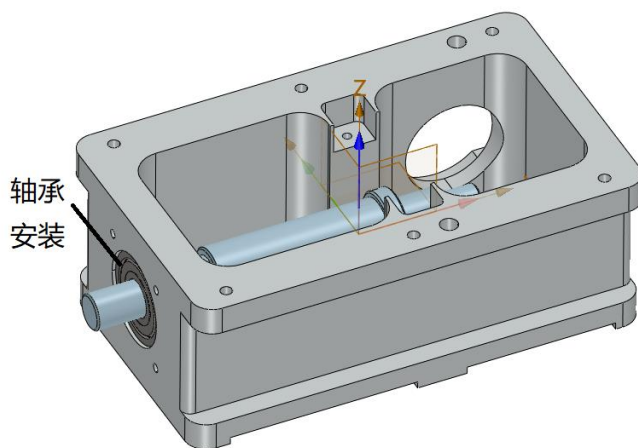

图 12-24 轴承安装
(3) 轴承的安装, 采用同轴度约束方法对轴承进行安装, 同轴后, 轴承可以左右移动, 如图 12-24 所示。